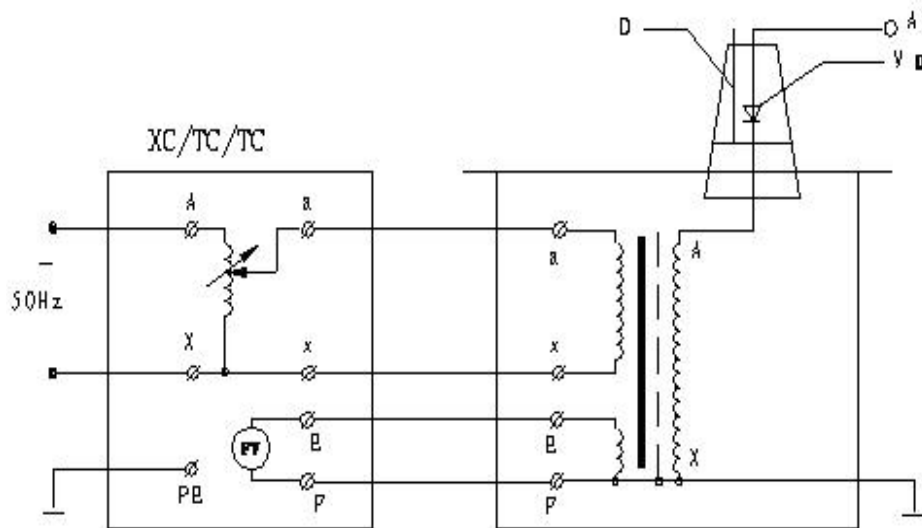

图 4：单台 TDM（G）试验变压器原理图
2、单台 TDM（G）试验变压器的工作原理图见图 4，图中高压套管中装有高压硅堆，串接在高压回路中作半波整流，以获得直流高电压。当用一短路杆将高压硅堆短接时，可获得工频高电压，作为交流输出状态；取消短路杆时，作为直流输出状态。